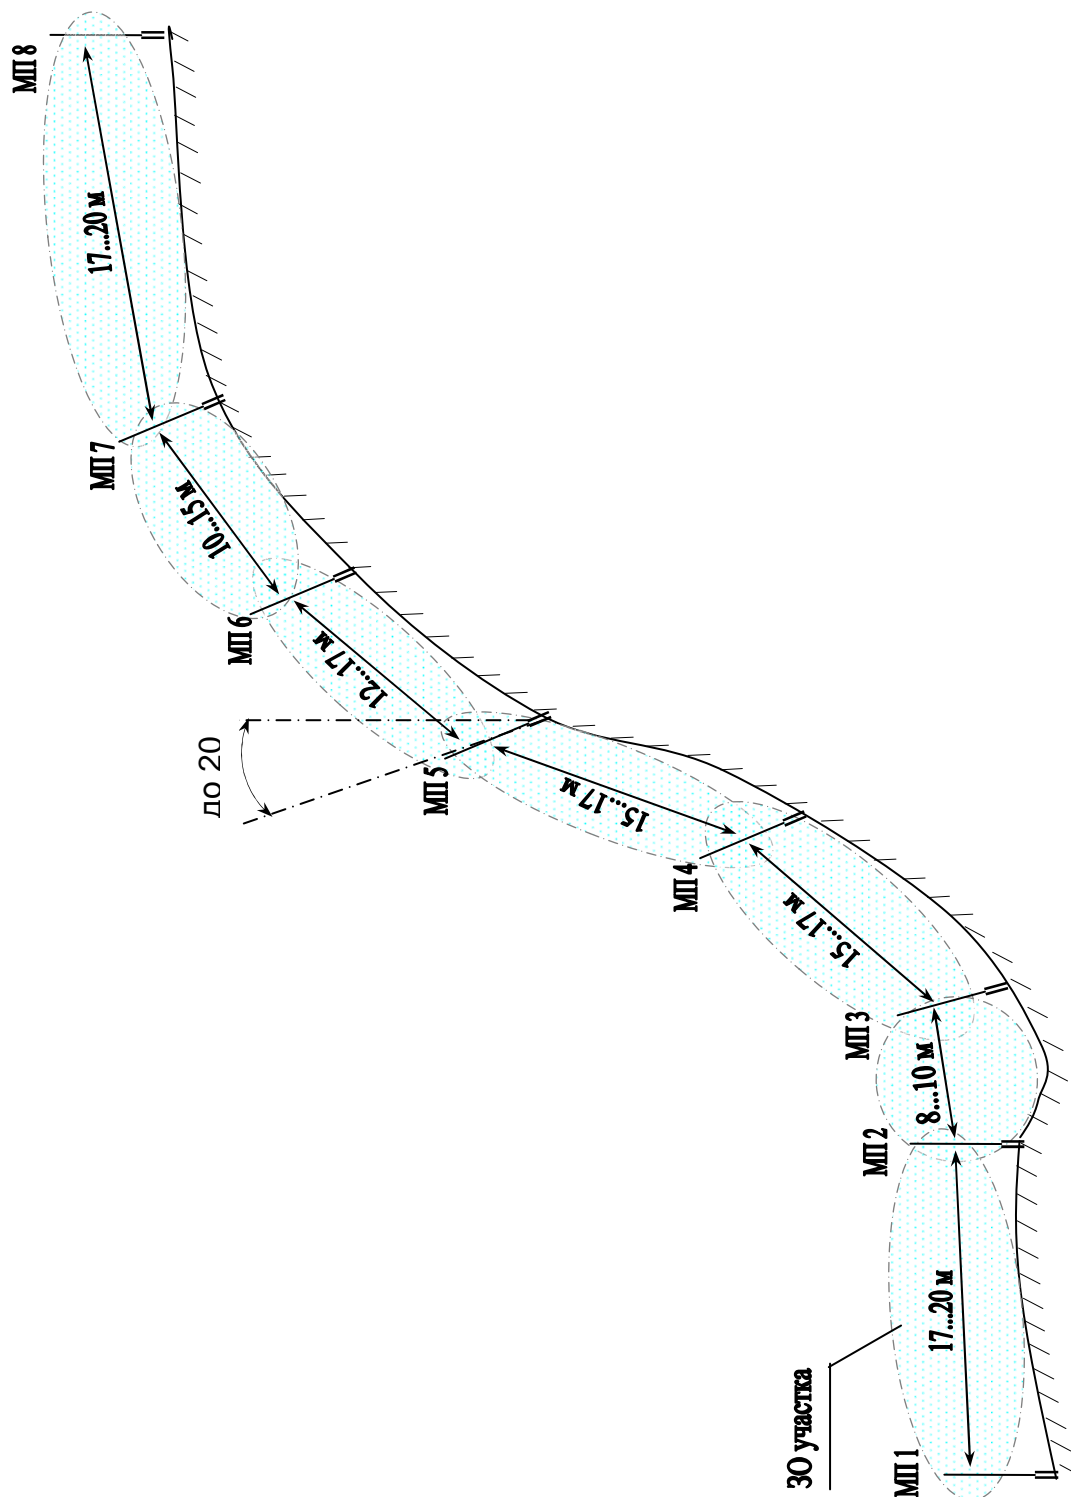

Рисунок 1 – Пример развёртывания группы МП на склоне
- при установке МП на пересеченной местности необходимо рубеж разбивать на небольшие участки таким образом, чтобы в зоне отчуждения каждого участка перепад высот и глубин, выступов и впадин был не более $\pm 0,3$ м, при этом МП рекомендуется устанавливать на возвышенностях, рисунок 1;